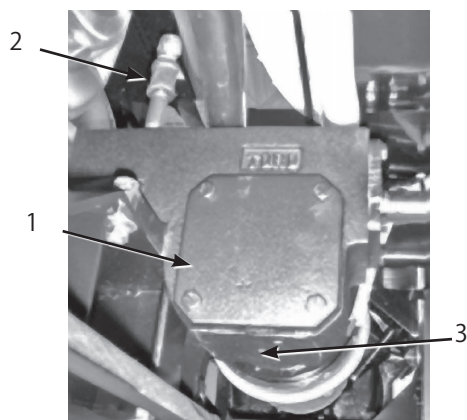

図48
3. 補給口プラグとドレン・プラグ (図48) を取り、排出されるオイルを容器で回収する。